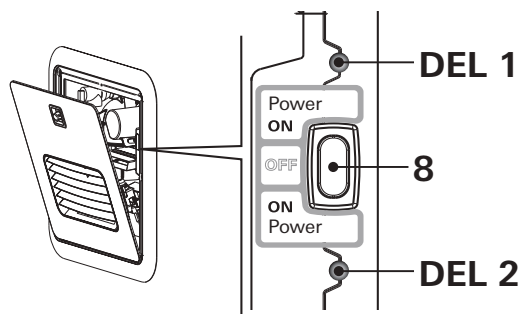

Fig. 8
- Lorsque la DEL 1 d'alimentation verte (Fig. 8 – DEL 1) est allumée, l'appareil est sous tension.
- Lorsque la DEL 2 de code d'erreur rouge (Fig. 8 – DEL 2) est allumée ou clignote, il s'agit d'une défaillance ou d'un avertissement (reportez-vous à la section « ANNEXE A – Codes d'erreur » à la page 38).
- Mettez l'appareil hors tension à l'aide de l'interrupteur d'ALIMENTATION (Fig. 8).
- La DEL 1 d'alimentation verte (Fig. 8) s'éteint.